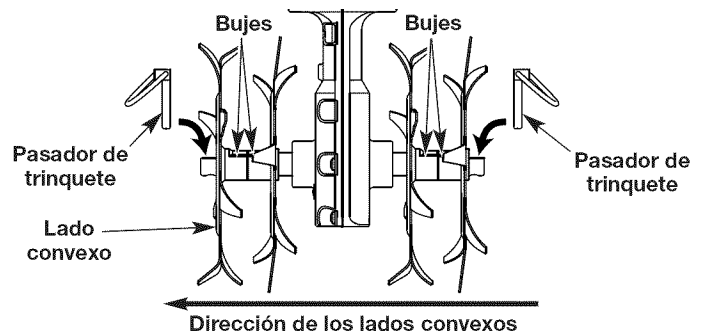

Fig. 10
3. Quite los pasadores de trinquete de cada uno de los extremos del eje de los dientes (Fig. 10). Saque los dientes deslizándolos del eje.
5. Coloque los dientes nuevos deslizándolos en su lugar con los núcleos mirando uno hacia el otro (Fig. 10).
6. Asegure los dientes nuevos al eje con los pasadores de trinquete (Fig. 10).